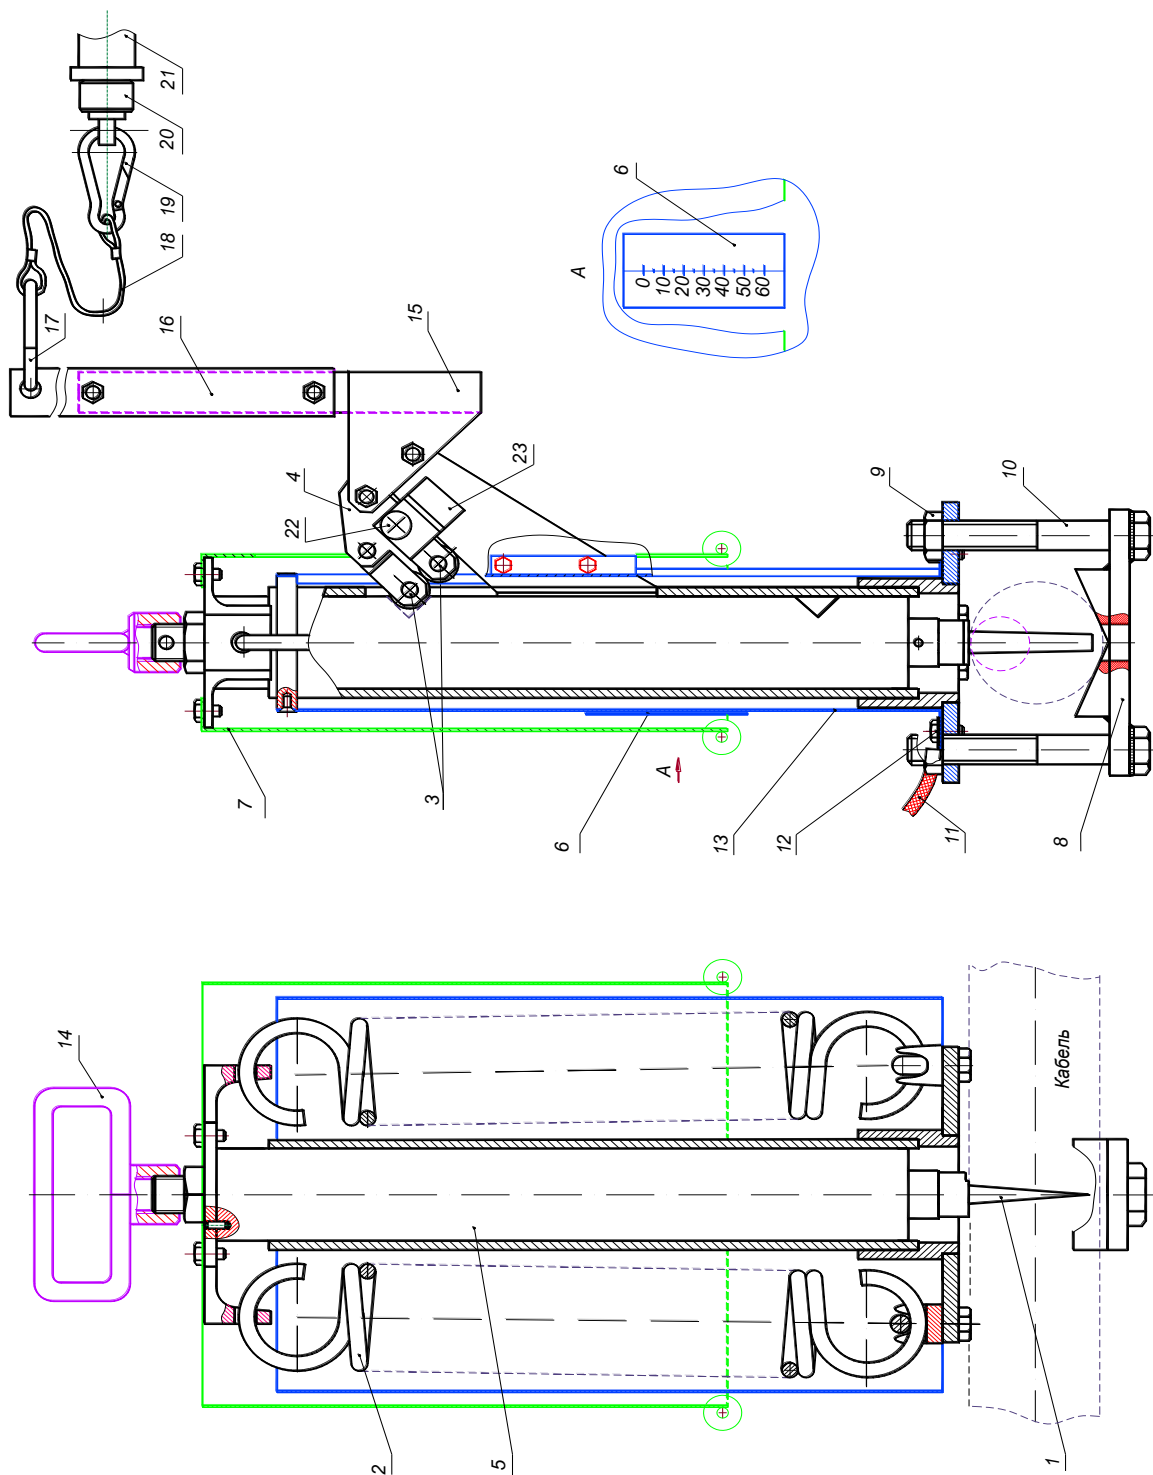

Рис. 1
В пп.3.1—3.7 приведены ссылки на рисунок 1.
*В пп. 4.9—4.10 приведены ссылки на рисунок 1.*
*В пп. 4.1—4.6 приведены ссылки на рисунок 1.*